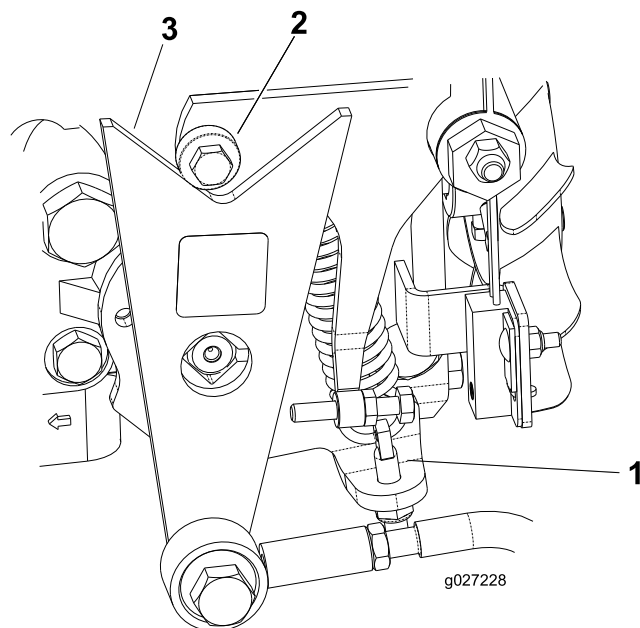

图 48
- 如果车轮的旋转方向正确请关闭发动机并调节弹簧调节销锁紧螺母图 48。调节驱动空档位置请参阅 将牵引驱动装置调至空档 (页码 26)。